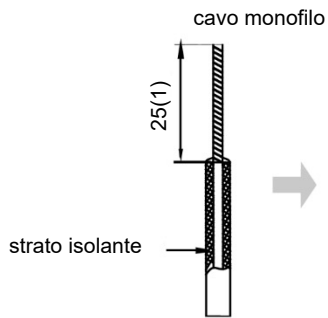

Fig. 13
- (1) Collegamento dei cavi (come illustrato nella Fig. 13)